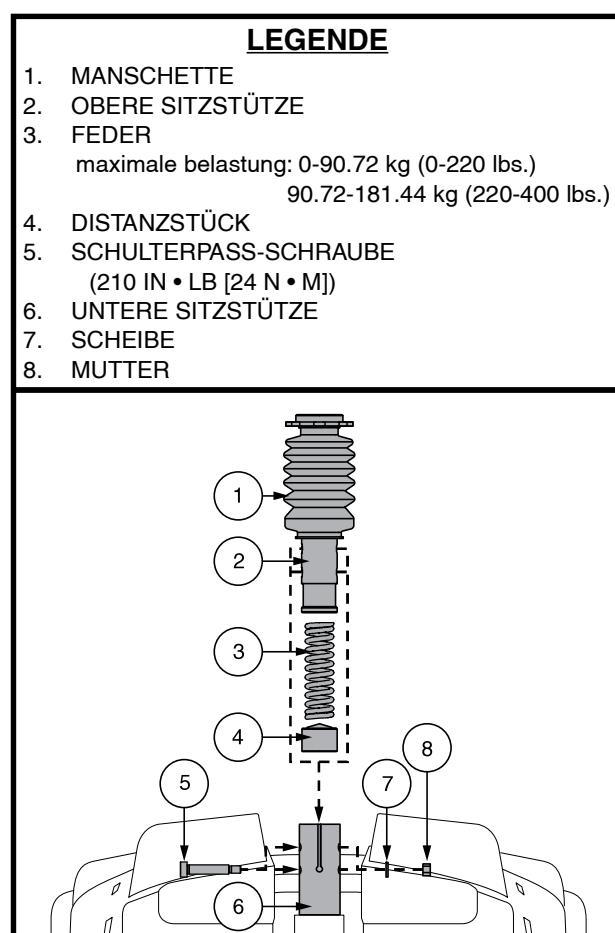

Abb. 22. Einstellung der Sitzhöhe - Gefederte komfort-sitzstütze
4. Drücken Sie die Sitzstütze nach unten, während Sie die Schulterpassschraube, die Unterlegscheibe und die Mutter lösen und entfernen. **Siehe Abb. 22.**
6. Bringen Sie die gewünschte Komfortfeder an. **Siehe Abb. 22.**